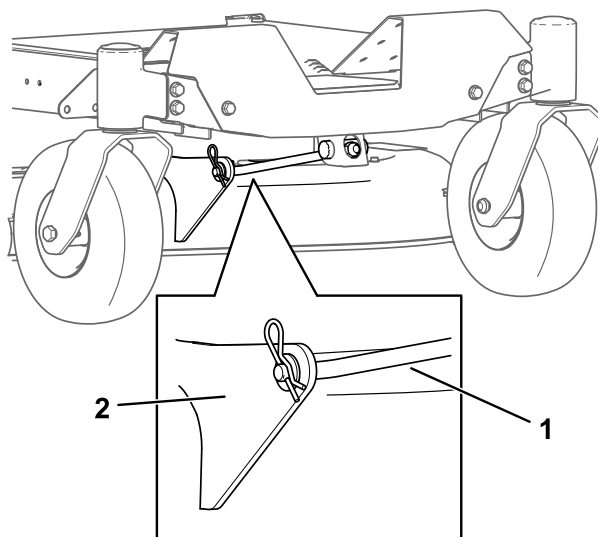

Figura 72
5. Îndepărtați tiftul în formă de agrafă de pe tijă de sprijin din faă i scoatei tijă din suportul pentru punte (Figura 72).
- Fixai tija de sprijin față la puntea mainii de tuns iarba cu tiftul cu cap și gaură i tiftul în formă de agrafă (Figura 72).